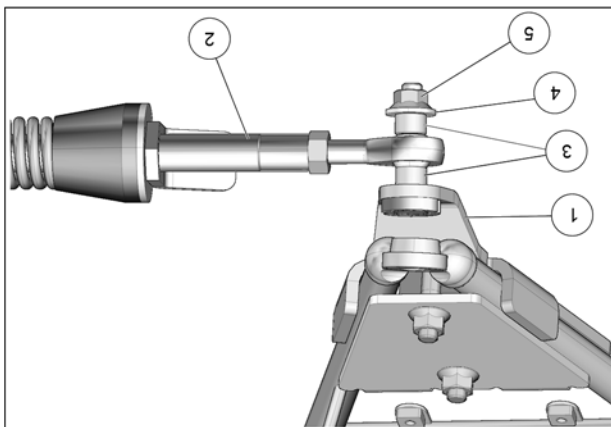

Fig. 20
8. Fixer le bras stabilisateur (2) au boulon déjà installé sur l'ancrage de suspension (1) à l'aide des deux espacateurs (3), de la rondelle (4) et de l'écrou autobloquant (5). Serrer à un couple de 70 N•m [52 lb•pi]. Voir la Fig. 20